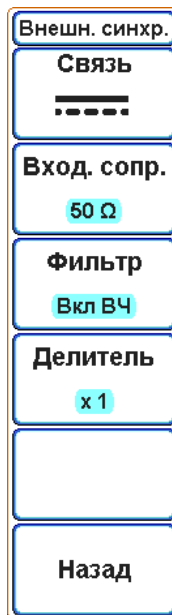

Рисунок 6.23 – Экранное меню «Внешняя синхронизация»
- нажать экранную кнопку «Далее», чтобы перейти в дополнительное меню «Синхронизация». Затем нажать экранную кнопку «Канал Внеш.синхр.» При этом откроется меню «Внешн. синхр.» (рисунок 6.23);